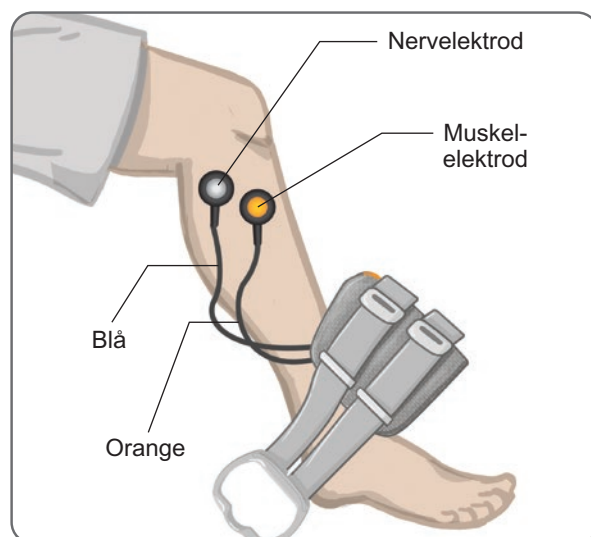

Bild 8-4: Monteringskabeln ansluten
3. Anslut monteringskabelns orangefärgade ändrar till muskelelektrodens bas och manschettens orangefärgade kontakthål. Se bild 8-4.
4. Anslut monteringskabelns blå ändrar till nervelektrodens bas och manschettens blå kontakthål. Se bild 8-4.
5. Placera underbensmanschetten intill patientens fot. Se bild 8-4.